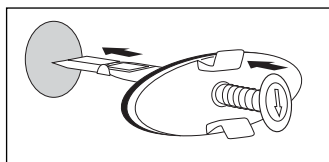

Fig. 1
- En los rebosaderos redondos presione y mantenga presionado el pasador de tensado de modo que pueda plegar la palanca de cierre y disponga de una prolongación del pasador de tensado (fig. 1).